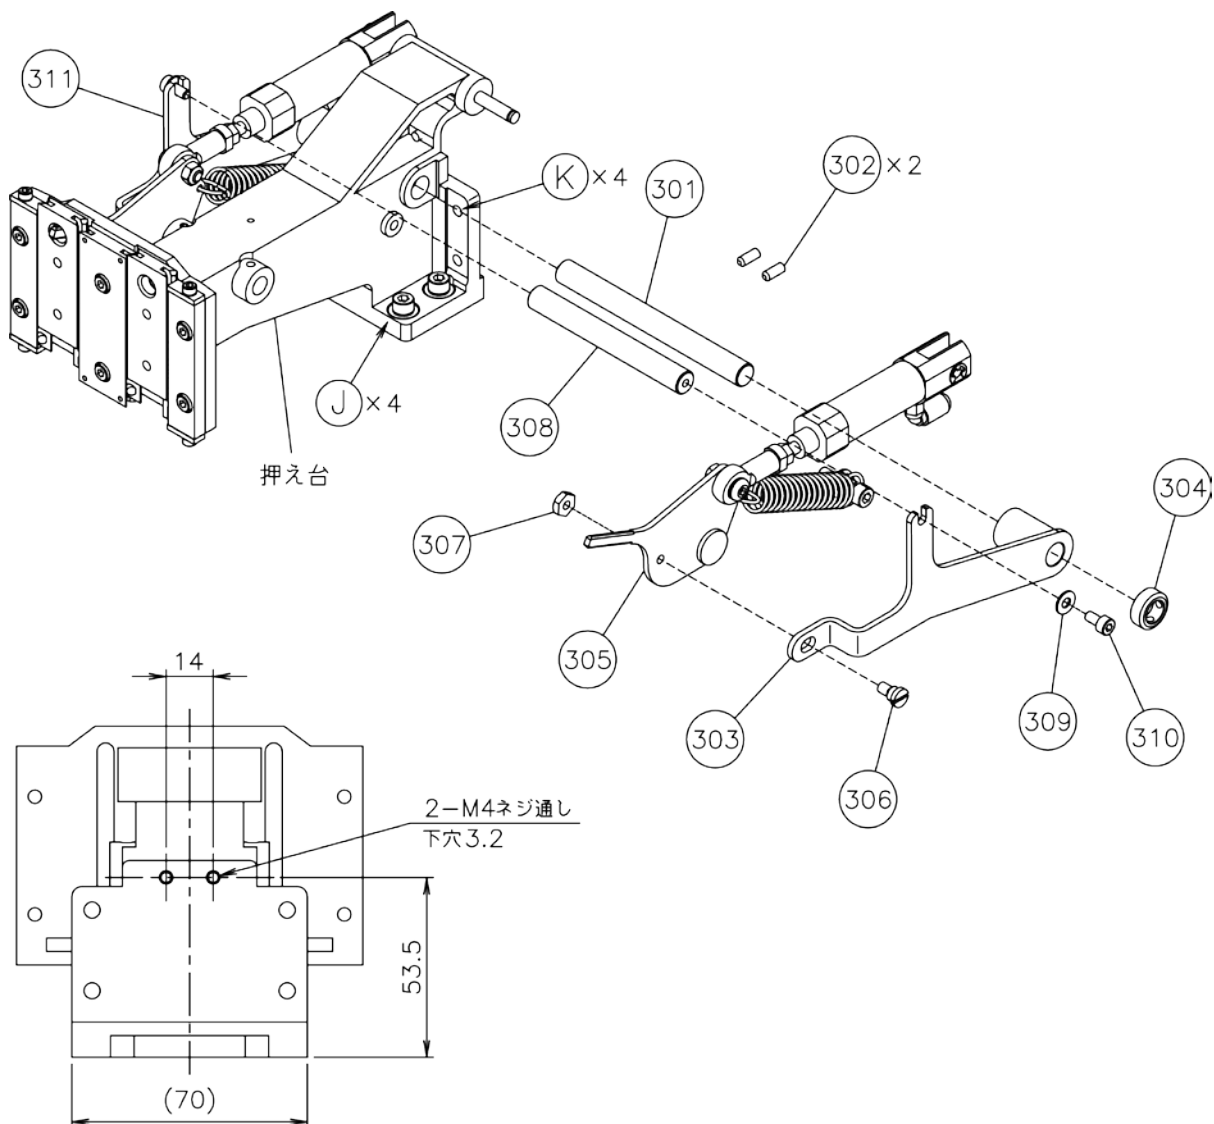

図5. 外押え組立図
- 4) 押え台を固定しているJ ボルト4本とK ボルト4本を取って押え台を取り外す。1-3 外押え機構組立まで外しておく。(J ボルトとK ボルトの位置は1-3 外押え機構組立の図5に記載。)
- 1) 1-2. 4)で取り外した押え台の後ろ面にネジ穴があるか確認する。ネジ穴がない場合、図5の位置にネジ穴を加工する。